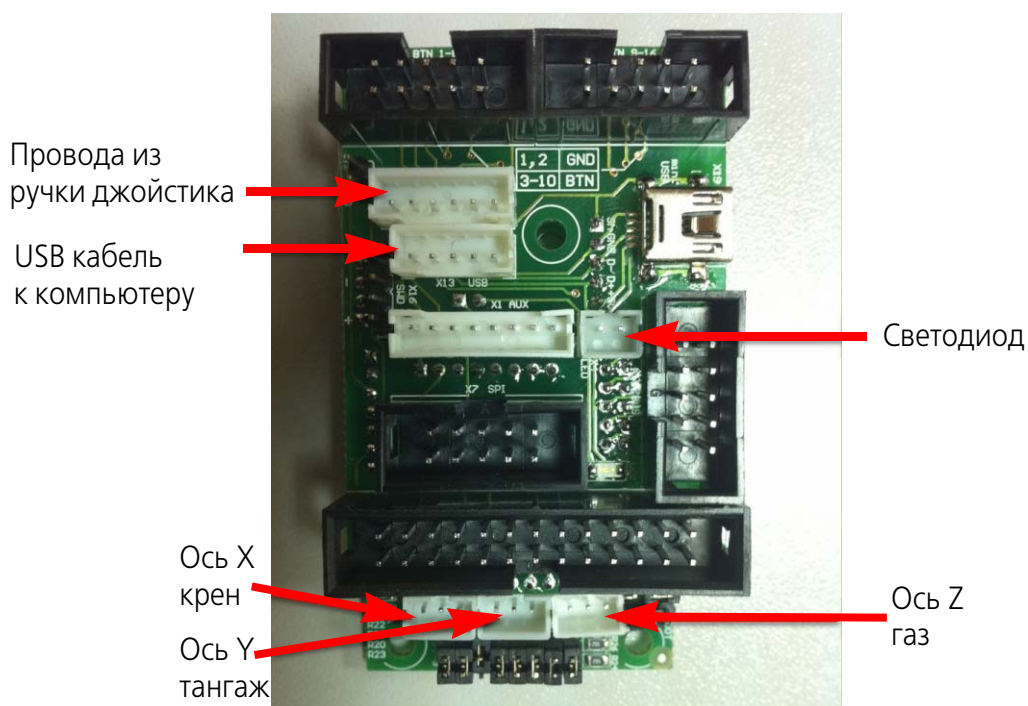

Рис. 4.2.
3. Подключите к разъемам контроллера жгут из ручки джойстика и соединительный кабель USB в соответствии с рис. 4.2.